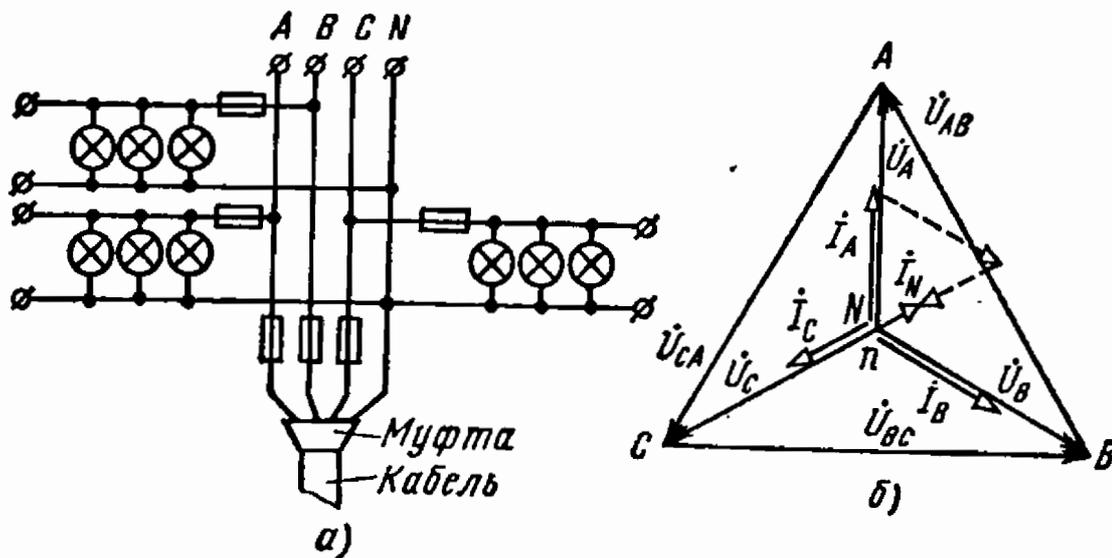

Рис. 6.6
6.6. На рис. 6.6, *a* изображена схема четырехпроводной осветительной сети жилого дома. В фазы *A* и *B* включены по 25 ламп, а в фазу *C*—15 ламп. Номинальная мощность каждой лампы $P_n = 60$ Вт, номинальное напряжение $U_n = 127$ В.
Если принять направление комплексной оси $+1$ совпадающим с фазным напряжением \dot{U}_A (рис. 6.6, *b*), то комплексы линейных токов будут следующие: $\dot{I}_A = 11,8$; $\dot{I}_B = 11,8e^{-j120^\circ}$; $\dot{I}_C = 7,1e^{j120^\circ}$.
6.7. Как изменится нагрузка «здоровых» фаз и ток нейтрального провода, если в фазе *A* перегорит предохранитель (см. задачу 6.6 и рис. 6.6, *a*).